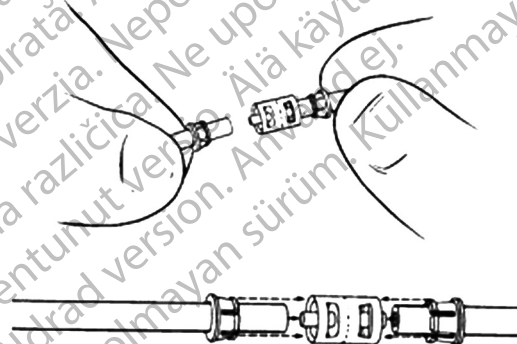

Figura 4-33. Inserir a tubagem no conector
4. Insira a extremidade da tubagem no conector. (Figura 4-33)
5. Insira a outra extremidade da tubagem no conector. (Figura 4-33)